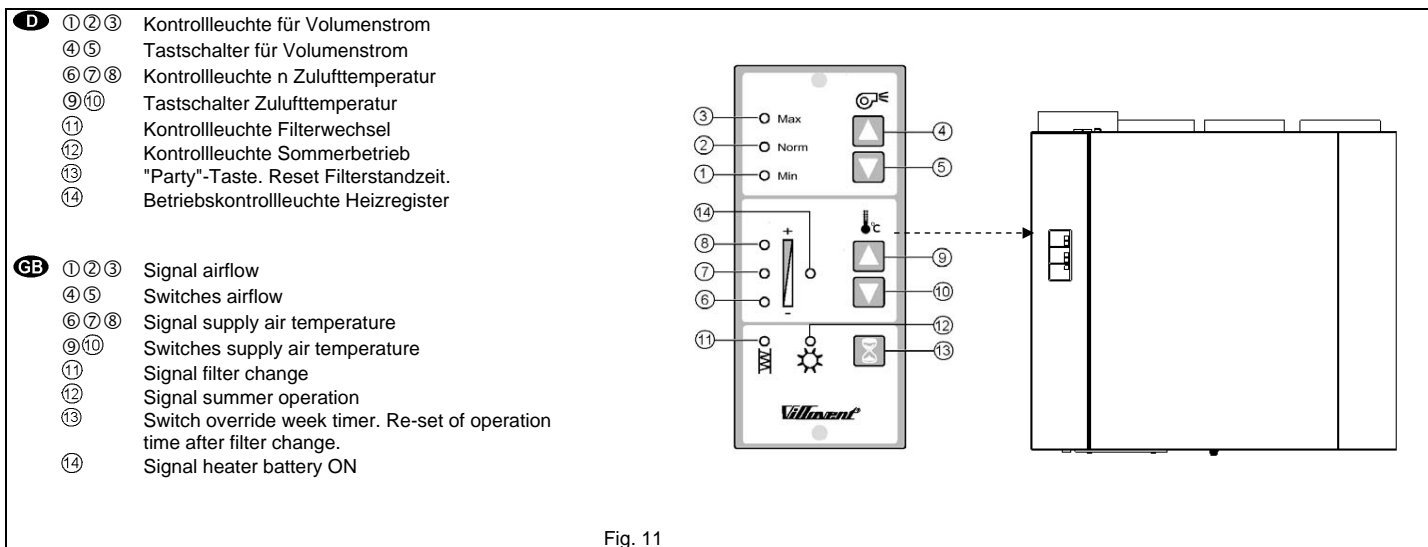

Fig. 11
4. Önskad bytesintervall för filterbyten väljs (fig. 11). Fabriksinställningen är satt till 9 månader. Vid normal kvalitet på uteluften, är 9 månader mellan filterbyten en passande intervall. Där uteluften är förorenad av avgaser, industrier, utsläpp från förbränningsanläggningar mm, rekommenderar vi att intervallen för filterbytet ställs in på 6 månader. Oavsett om uteluftskvaliteten är mycket god, och uteluftsfiltret ej är igensatt, rekommenderar vi ej längre bytesintervall än 12 månader. (Lukt från organiska föroreningar i filtren kan reducera kvaliteten på tilluften). För att öka eller minska intervallet mellan filterbyten, trycks samtidigt knapparna (13) och (9) eller (13) och (10) in. Vald inställning bekräftas genom kortvarig blinkning i lampa (14), samtidigt som det lyser i:
- Lampa (6) vid 6 månaders intervall.
- Lampa (7) vid 9 månaders intervall.
- Lampa (8) vid 12 månaders intervall.